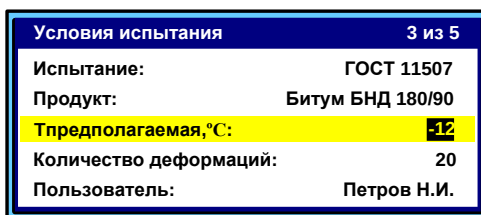

Рисунок 9 – Режим ввода предполагаемой температуры хрупкости
4.5.2.1 В режиме ожидания нажать кнопку **[*]**, выбрать пункт меню **«Условия испытания»** → **«Тпредполагаемая(°C):»** и нажать кнопку **[Режим]**. Аппарат переходит в режим ввода предполагаемой температуры хрупкости (см. рисунок 9).